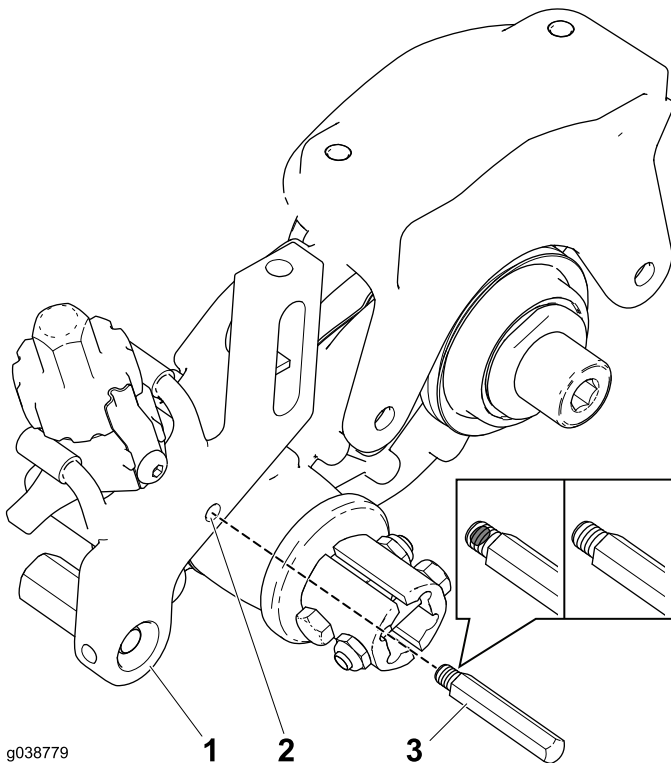

Bild 17
2. Befestigen Sie den Groomerstift am Schnitthöhenarm (Bild 17).